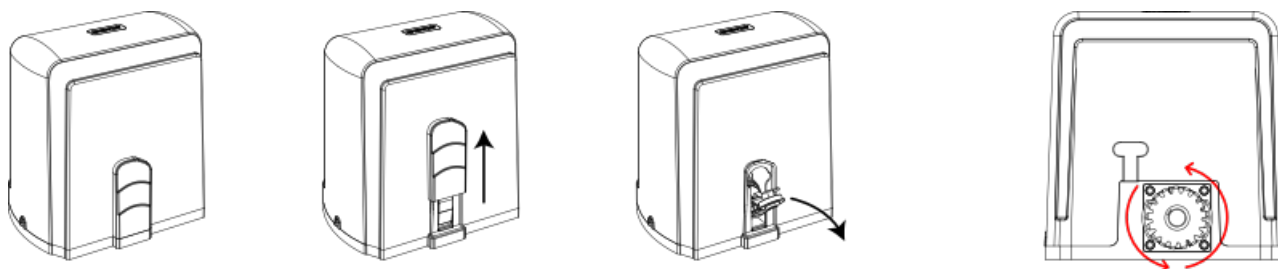

Figure 6
- Вставьте ключ и откройте ручной расцепитель, чтобы двигатель мог перейти в ручной режим, и проверьте, что шестерня двигателя свободно вращается вручную (Рисунок 6).